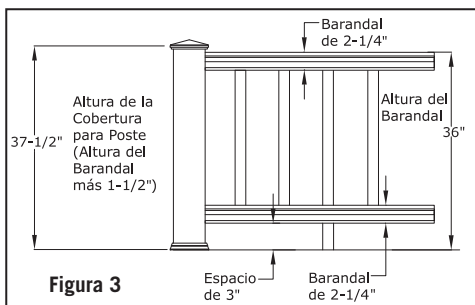

Figura 3
Paso 5: Corte coberturas para poste de 4x4 a la longitud requerida. Las coberturas para poste deben ser un mínimo de 1-1/2" más largas que la altura del barandal (Figura 3). Por ejemplo: para un barandal de 36", corte la cobertura para poste a un mínimo de 37-1/2", puede dejarse más larga si se desea. Deslice una cobertura para poste cortada sobre cada poste de barandal de 4x4. Deslice una guarda para base de poste sobre cada cobertura para poste.
Paso 8: Ensamble el barandal interior inferior y el conjunto del bloque de soporte. Se requiere un bloque de soporte cada 2' al centro. Revise los códigos de construcción para el espaciado máximo entre la superficie del entablado y la parte inferior del barandal (barrido). Se recomienda un espacio de 3" pero puede ser mayor o menor si lo permiten los códigos (Figura 3). Corte los bloques de soporte a la altura deseada y usando los dos tornillos de cabeza cónica de 1-1/2" de longitud, fije los bloques de soporte al lado inferior del barandal interior a una distancia igual desde los extremos.
Paso 11: Determine la longitud de los balaustres (Figura 3). La Figura 3 ilustra cómo puede medirse un barandal de 36" de altura. Comenzando con un espacio de 3" + 2-1/4" para el barandal inferior, 28-1/2" de altura del balaustre + 2-1/4" para el barandal superior = una altura de barandal de 36".
Si estas dimensiones son las que utilizará, corte los balaustres a 28-1/2" de longitud usando una sierra de corte o ingletadora. Use balaustres de 34-1/2" para barandales de 42". Si desea tener su barandal a una altura diferente, use la Figura 3 como herramienta de planificación para determinar la altura de corte de las coberturas para postes y los balaustres. Nota: Use una herramienta para asegurar una longitud consistente (+/- 1/16"). Corte los balaustres a la longitud requerida. Instale los balaustres en cada conector para balaustres. Martille
Paso 9: Determine la longitud de los balaustres (Figura 3). La Figura 3 ilustra cómo puede medirse un barandal de 36" de altura. Use la Figura 3 como herramienta de planeación para determinar la altura para cortar las coberturas para poste y los balaustres.